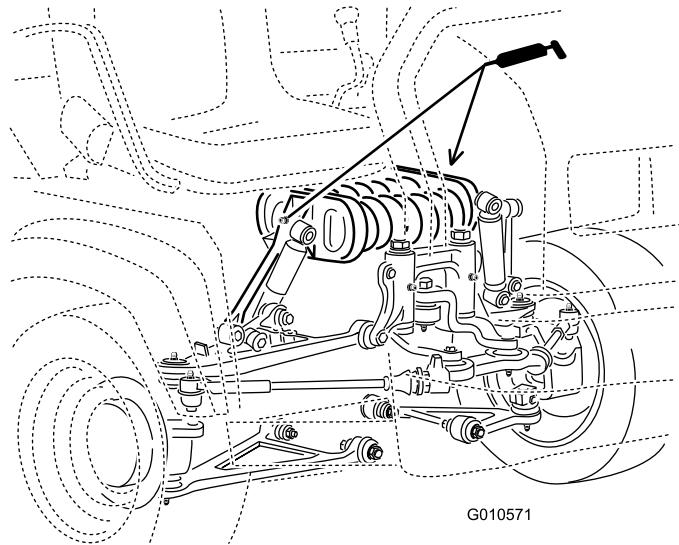

Figura 41
- Braccio di spinta (2) (Figura 41)